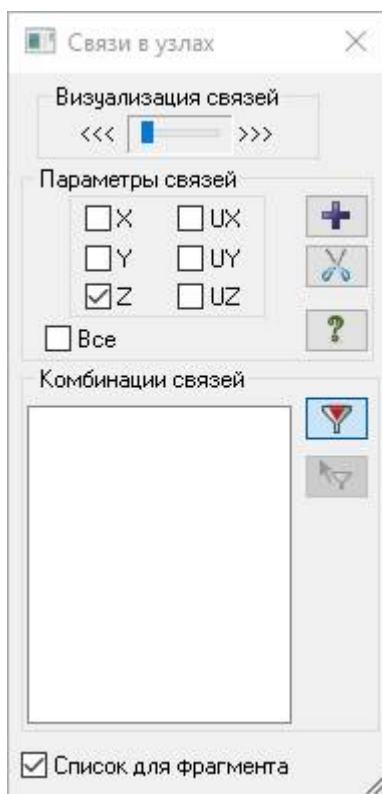

Рис.19.9. Диалоговое окно **Связи в узлах**
- Щелчком по кнопке  – **Связи** (панель **Жесткости и связи** на вкладке **Создание и редактирование**) вызовите диалоговое окно **Связи в узлах** (рис. 19.9).